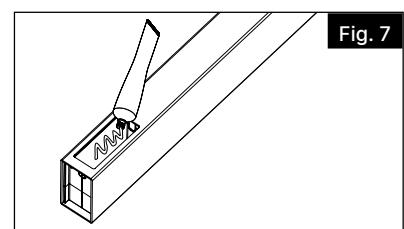

Fig. 7
- c. Aplique el cemento vinílico suministrado en todas las superficies interiores de los montantes donde se instalarán los travesaños (Fig. 7).